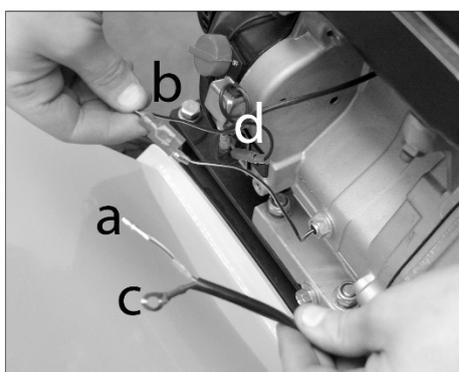

Bild 1, NOT-HALT Bügel anschließen
Schritt 7: NOT-HALT Bügel (H) anschließen
1. Kabel (a) in den Kabelschuh des Kabels (b) stecken. (Bild 1)